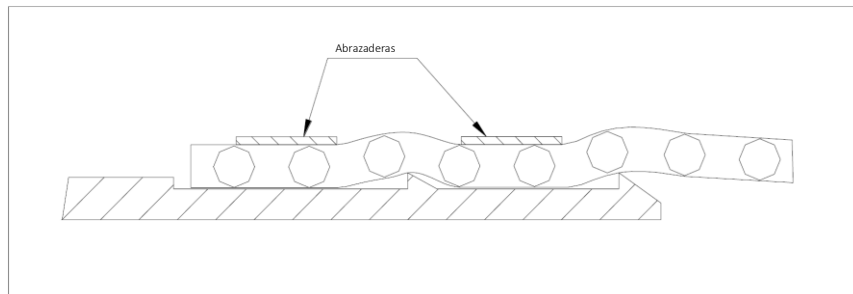

Figura 7
- Abrazaderas correctamente posicionadas: justo en el centro del espacio entre las ranuras (figura 7).